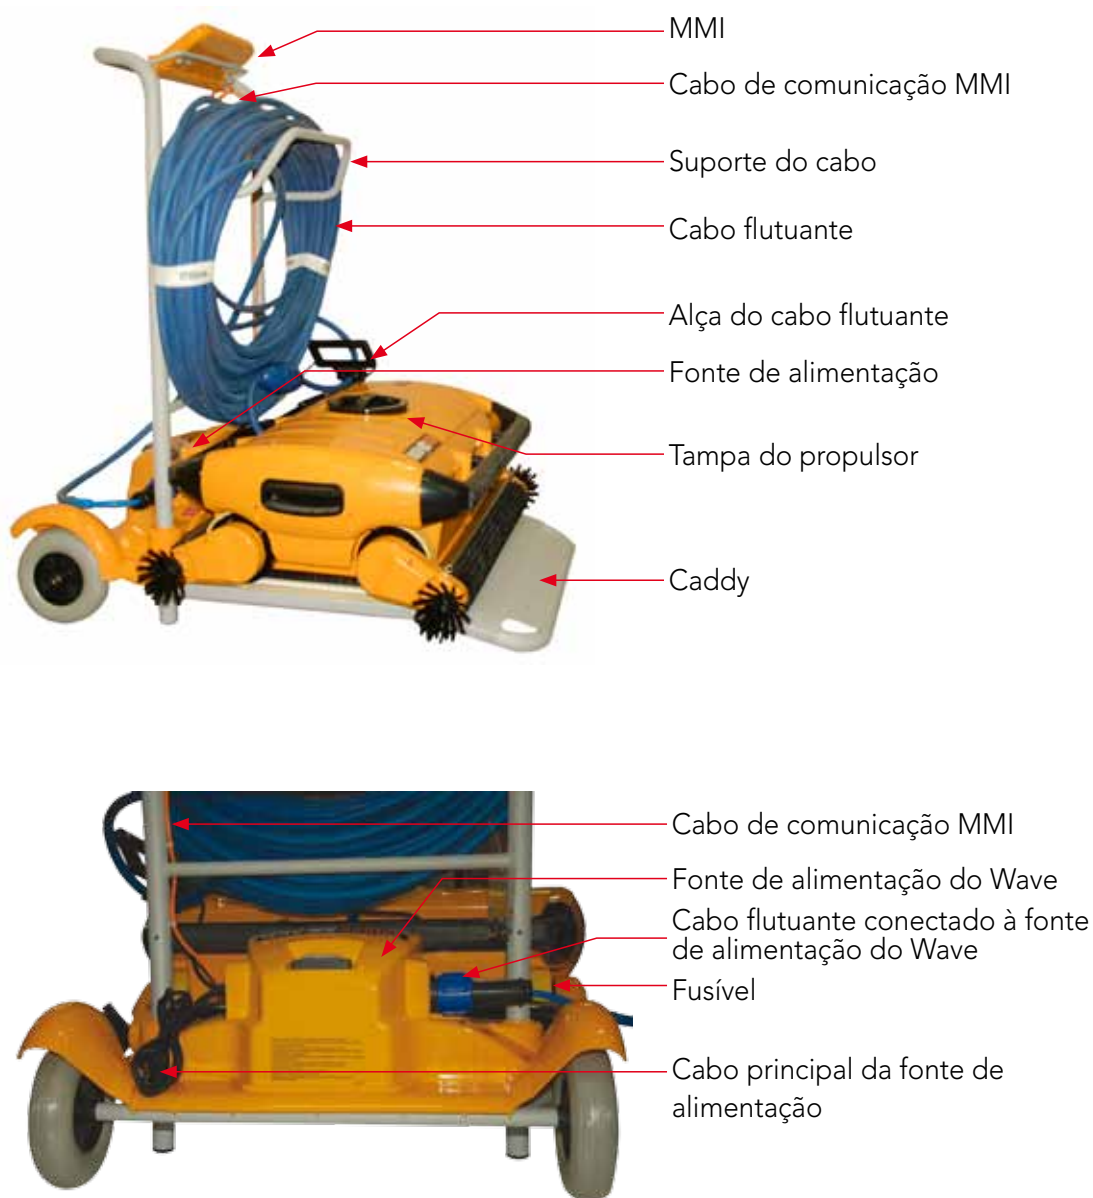

Figura 1: O Dolphin Wave
Consulte a Figura 1
2. Coloque o robô Dolphin Wave no Caddy em frente da fonte de alimentação conforme mostra a Figura 1.